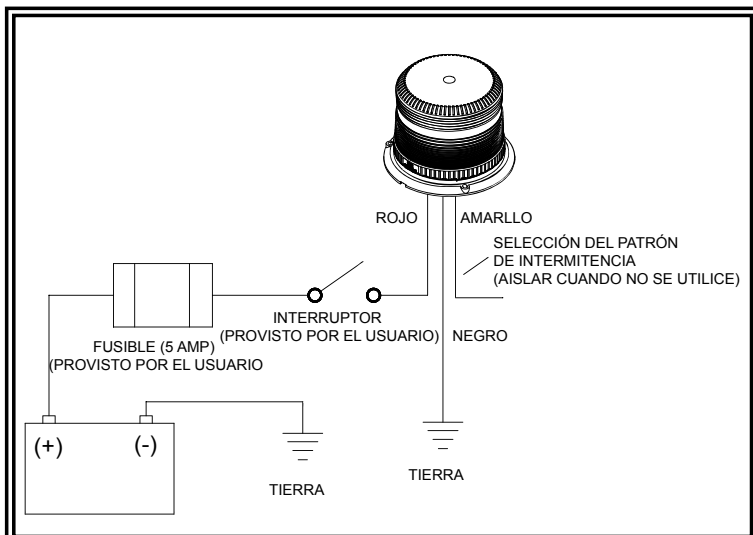

Figura 2
4. Conecte los cables de alimentación como se indica en la sección de cableado (vea la figura 2).